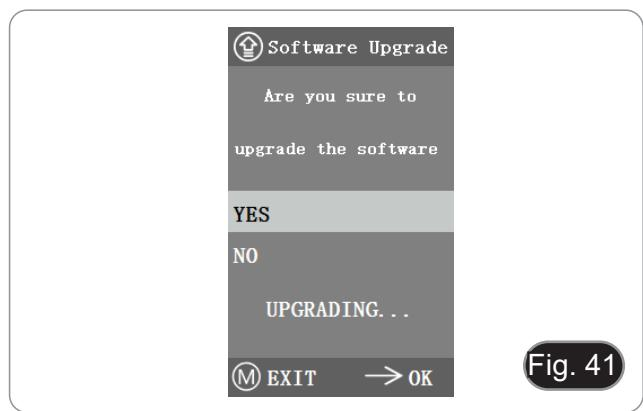

Fig. 41
1. Selecione "Yes" para actualizar, e aparecerá a seguinte mensagem: "UPGRADING"... " enquanto o sistema está a ser actualizado. (Fig 41)